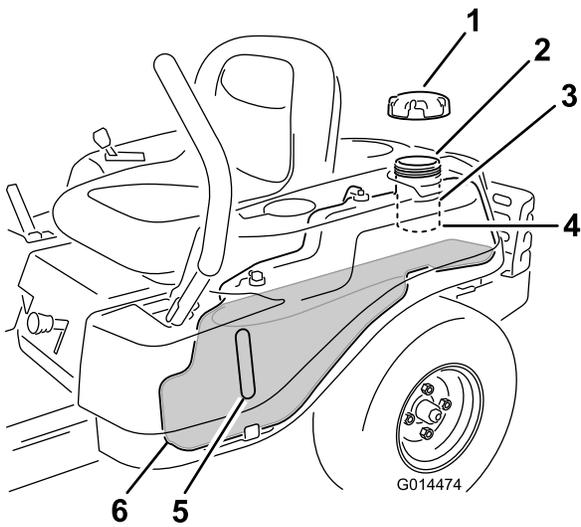

Figura 9
Nota: Puede utilizar la mirilla de combustible para verificar la presencia de gasolina antes de llenar el depósito (Figura 9).
2. **Añada gasolina sin plomo** lentamente (Figura 9) hasta que el combustible llegue a la base del cuello de llenado ().